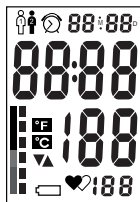

Рис.13
3. На дисплее кратковременно высветятся все символы (рис. 13), прозвучат два коротких звуковых сигнала и прибор начнет автоматически нагнетать воздух в манжету.